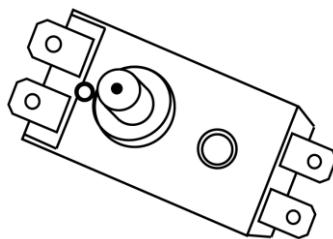

Рисунок 8
- для водонагревателей серий RS1: открутить гайку крепления термовыключателя, закрепленного на фланце ТЭНа, перевернуть термовыключатель и нажать до щелчка кнопку, расположенную по центру термовыключателя (рисунок 8);